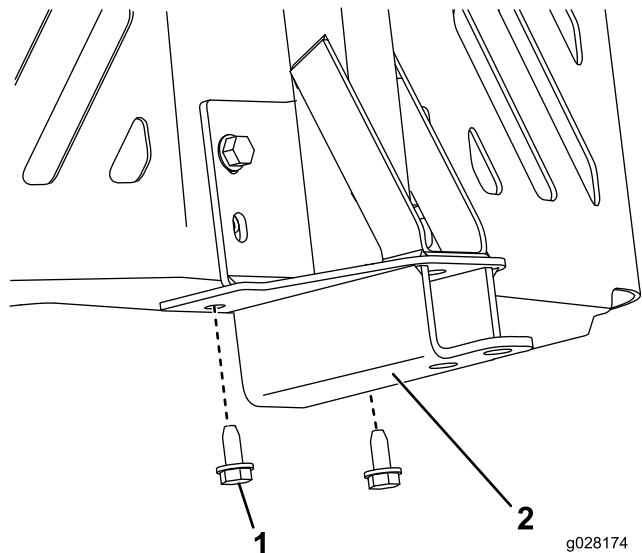

Figura 12
3. Sujete el bastidor de pivot a la parte inferior del bastidor de la máquina usando 2 tornillos autorroscantes (5/16" x 3/4"), según se muestra en Figura 12.